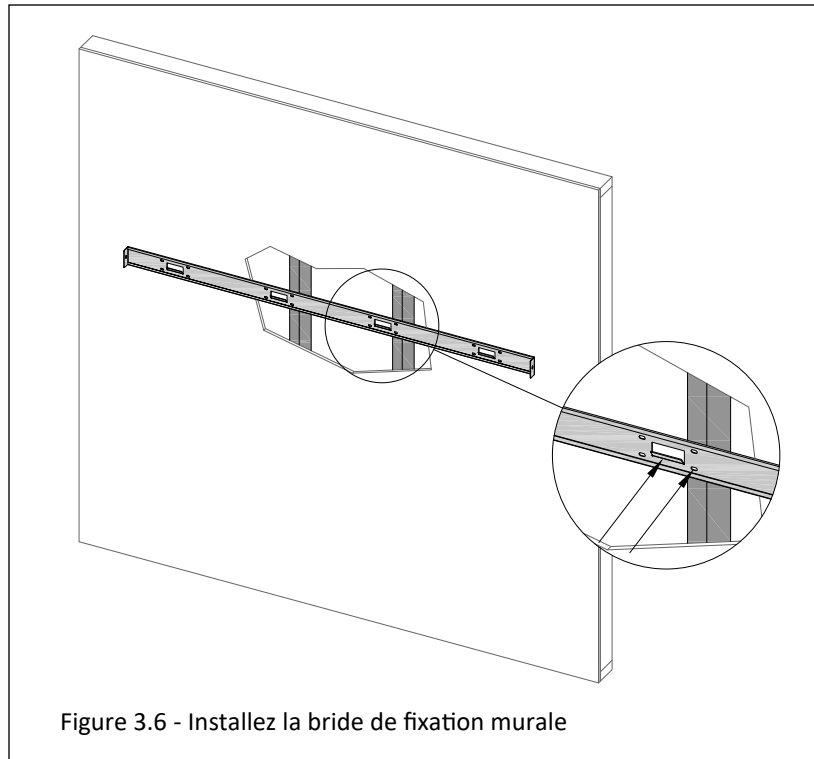

Figure 3.6 - Installez la bride de fixation murale
2. Fixez la bride de fixation murale à l'emplacement désiré au mur, en vous assurant que la bride de fixation est solidement fixée aux montants de la charpente murale. Pour ce faire, utilisez toutes les vis fournies avec le foyer (Figure 3.6).